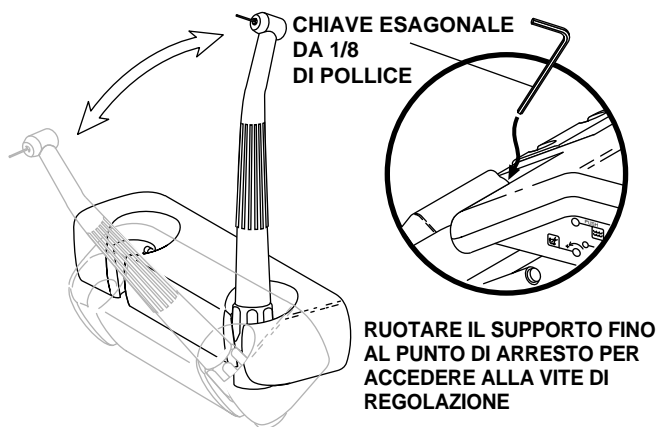

Figura 11. Supporto multiplo per manipoli
- Allentare oppure serrare la vite di regolazione dell'effetto frenante illustrata nella Figura 11.